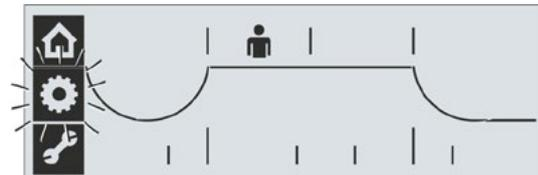

Fig. 1: Selezione del menu Posizioni di fine corsa
1. Selezionare il menu "Posizioni di fine corsa": ruotare il Drive Controller finché la cornice del simbolo della corona dentata non lampeggia (fig. 1). Il simbolo stesso della corona dentata viene visualizzato a colori invertiti.